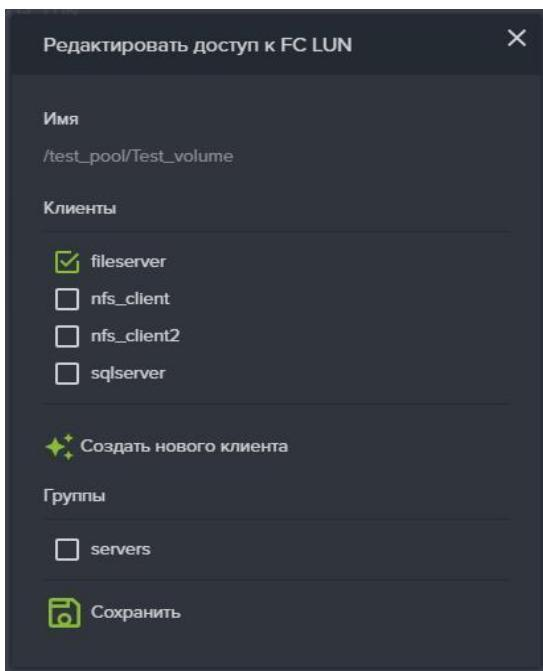

Рисунок 112. Окно «Редактировать доступ к FC луну».
3. Нажмите на кнопку «Редактировать доступ», откроется окно: Редактировать доступ к FC LUN. (см. Рисунок 112)